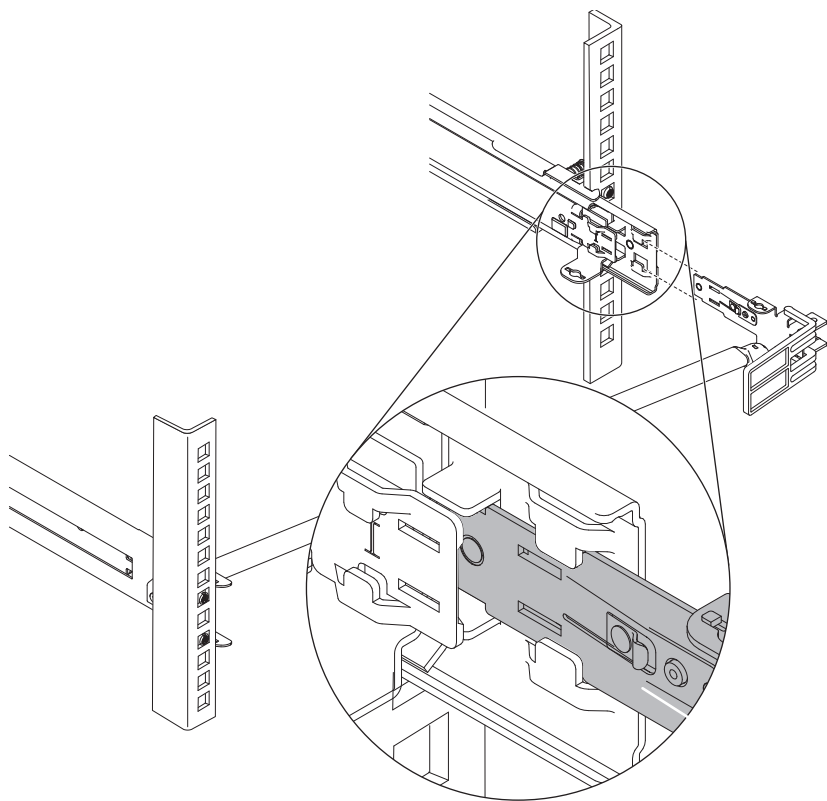

图 22. 将停止支架连接到滑轨
3. 将停止支架连接到滑轨，如第 28 页的图 22 所示。